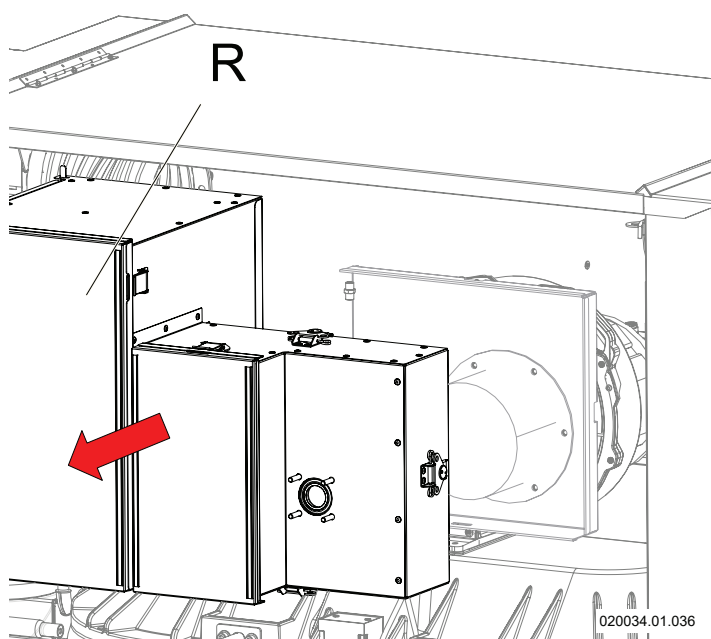

Figura 8-12 - Rimozione gruppo aspirazione aria
8.-ora rimuovere tutto il gruppo aspirazione aria (particolare "R" di Figura 8-12);